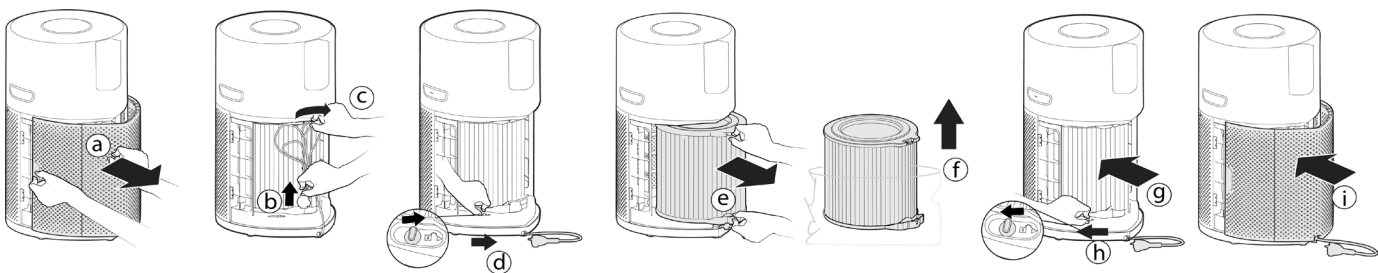

Fig. 1
**1. Montaje del filtro [Fig. 1]**